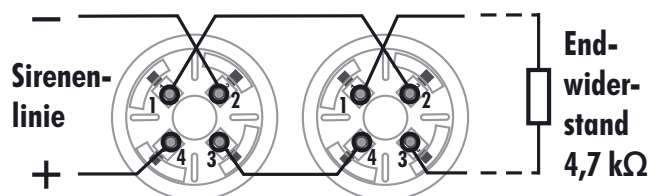

Abb. 3
3. Nehmen Sie die Verkabelung vor, wie in Abb. 3 dargestellt.